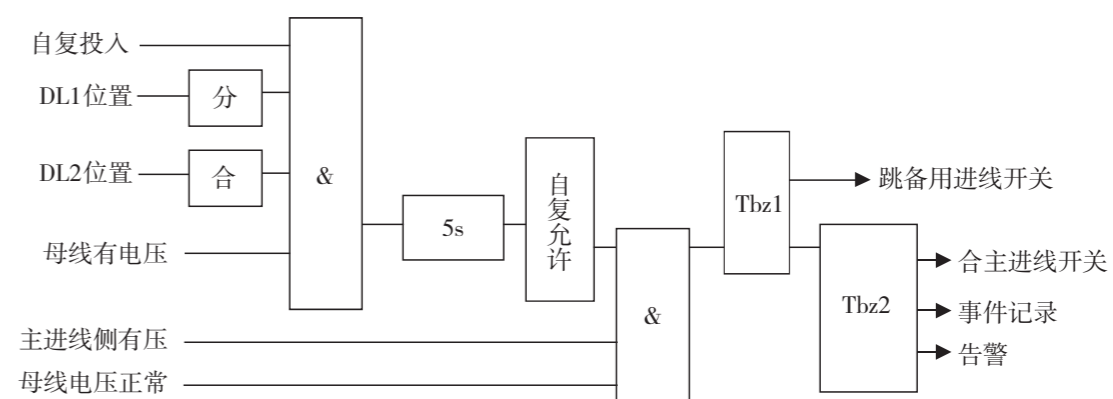

图12-5 自复保护逻辑框图
- YZ100-JXZF开关柜端子排图（附图12-5）。
附图12-5: YZ100-JXZF开关柜端子排图